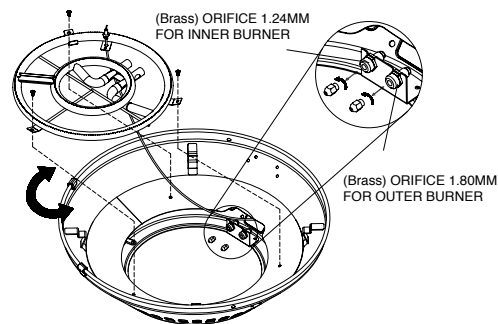

FIG 02.
- B. Assembler comme il est montré ci-dessus (FIG. 02) Utiliser un tournevis pour enlever les vis qui retiennent le bruleur en place sur le châssis de la rôtissoire en les dévissant dans le sens contraire des aiguilles d'une montre pour enlever le kit du bruleur.